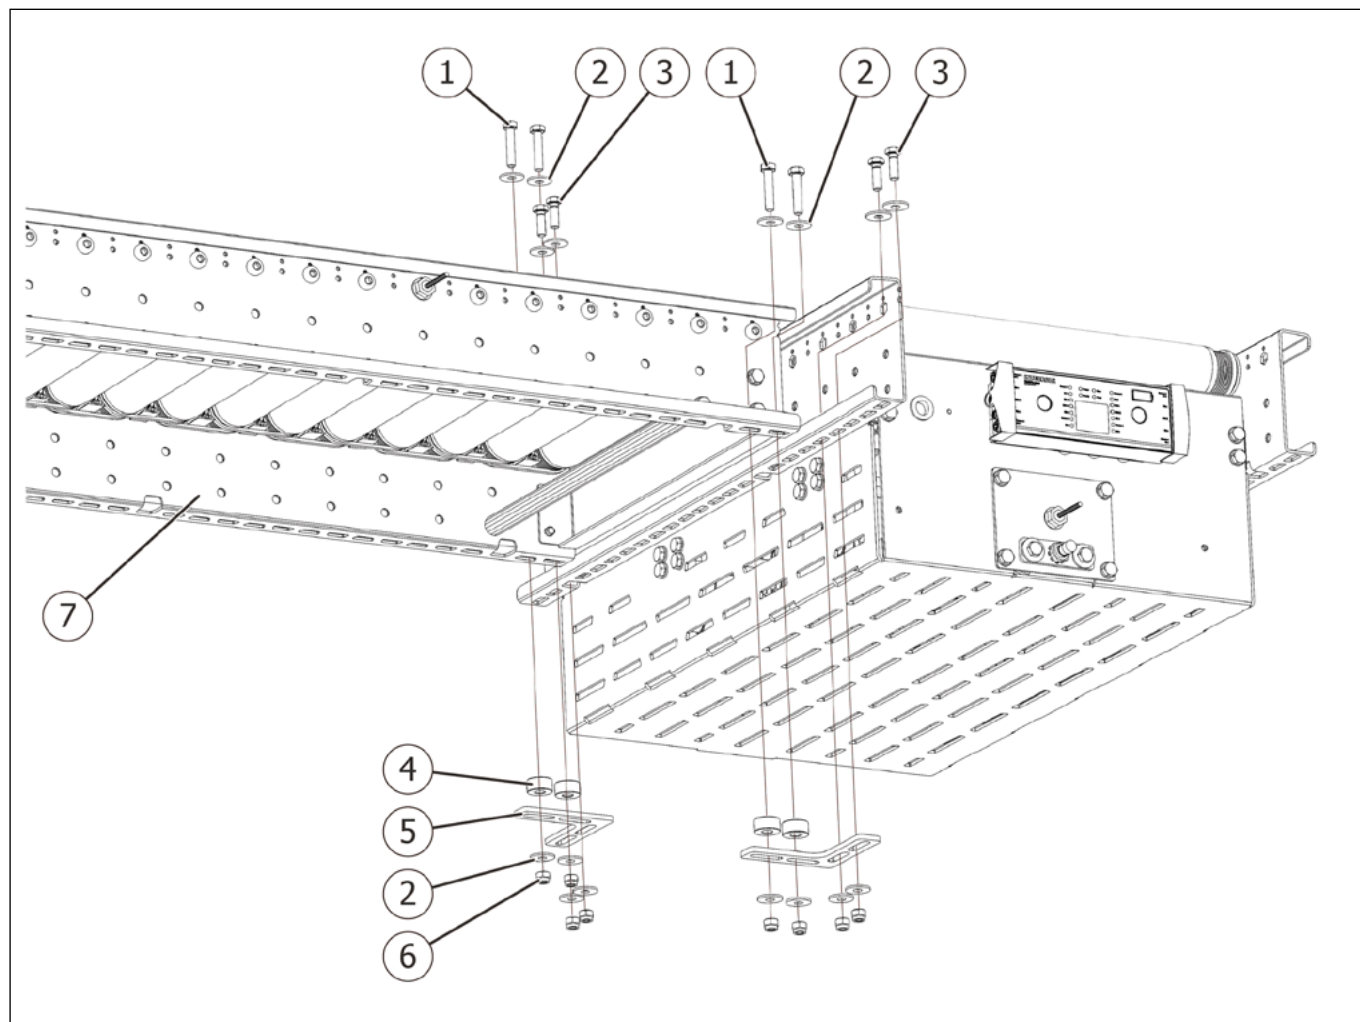

Fig. 4
1. Régler la hauteur du convoyeur à rouleaux de sortie de manière à ce que les montants latéraux (Fig. 4/7) dépassent de 12 mm les montants latéraux du convoyeur à rouleaux avec le module de transfert.
2. Visser les tôles de jonction (Fig. 4/5) sur la face inférieure des montants latéraux du convoyeur de sortie à rouleaux avec des vis à tête hexagonale (Fig. 4/1), des rondelles (Fig. 4/2), des entretoises (Fig. 4/4) et des écrous hexagonaux (Fig. 4/6).
3. Visser les tôles de jonction (Fig. 4/5) sur le convoyeur à rouleaux avec le module de transfert à l'aide de vis à tête hexagonale (Fig. 4/3), de rondelles (Fig. 4/2) et d'écrous hexagonaux (Fig. 4/6).